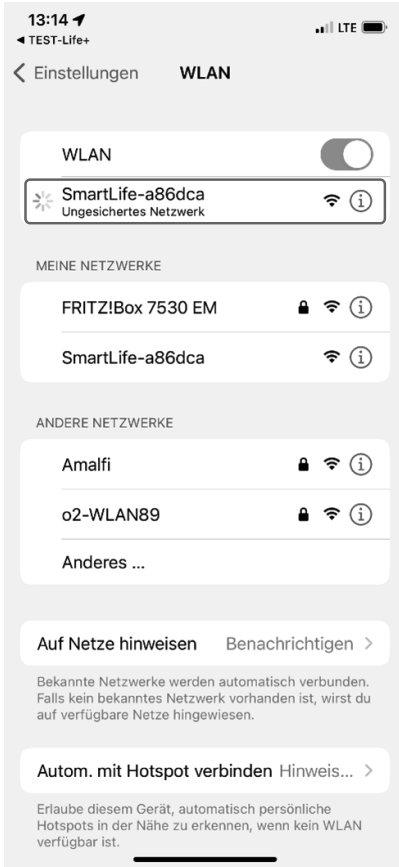

Abb. 9
- ▶ Wählen Sie nun an Ihrem Smartphone/Tablet unter „Verfügbare Netzwerke“ das Netzwerk des Saugroboters SMARTLIFE-XXXX aus (**s. Abb. 9**).